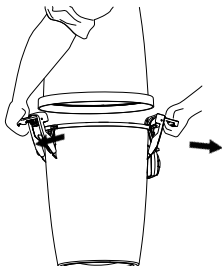

Fig. 22
1. Dégagez les deux poignées retenant le bac. Les poignées se déverrouillent facilement. Il suffit de les relever jusqu'à ce qu'elles se bloquent. Dégagez les deux poignées retenant le bac à poussière vers l'extérieur. Le bac est à présent libéré. Fig. 22.